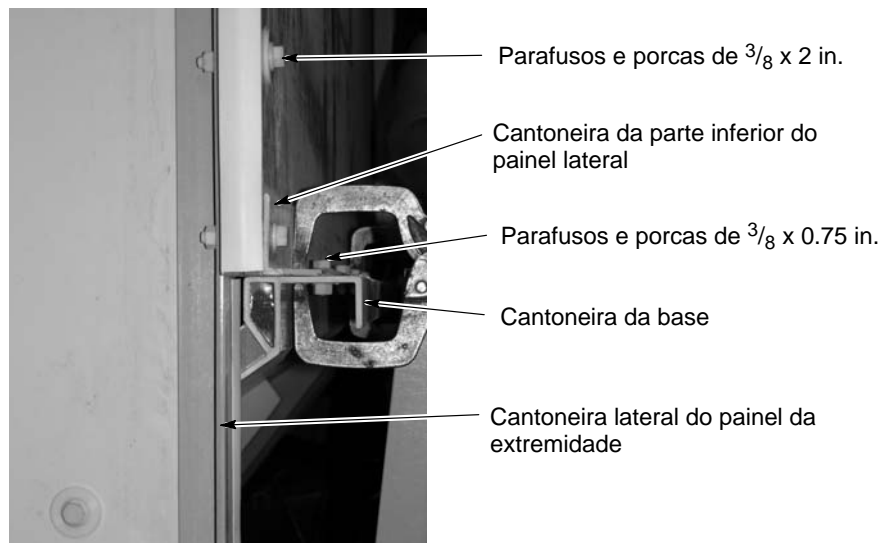

Figura 6 Fixação do painel lateral mediante grampos e parafusos
1. Localize os painéis laterais (1). O painel lateral com a abertura de conduta (2) tem de ser montado na base com a abertura acima da conduta de transição (11).
2. Coloque os painéis das paredes laterais nas cantoneiras da base (5) e prenda com grampos os painéis no seu lugar como ilustrado na figura 6. No interior, verifique se os painéis estão à face com os painéis da base.
3. Prenda com grampos os painéis das paredes laterais às cantoneiras laterais (4) dos painéis das extremidades. Verifique se os topos dos painéis laterais e dos painéis das extremidades estão à face uns com os outros e verticais.
4. Fure as cantoneiras laterais dos painéis das extremidades com uma broca de $\frac{3}{8}$ in., utilizando os casquilhos dos painéis laterais como guias. Aperte os painéis laterais aos painéis das extremidades com parafusos de flange de $\frac{3}{8}$ -16 x 2,00 in., de nylon, e porcas (7).
5. Fure as cantoneiras inferiores dos painéis laterais e as cantoneiras da base com uma broca de $\frac{3}{8}$ in.. Aperte os painéis laterais à base com parafusos de flange de $\frac{3}{8}$ -16 x 0,75 in., de nylon, e porcas (6).
6. Coloque em ângulo recto os lados das ranhuras tipo buraco de fechadura (8) entre si e prenda-os com grampos nos seus lugares utilizando um troço de cantoneira plástica (9) como escora. Não prenda os grampos directamente nos painéis; revista os mordentes dos grampos com uma secção de cantoneira ou um pedaço plano de madeira.
8. Meça, corte e monte os suportes unistrut (10) retirados anteriormente para suportar as secções de parede.